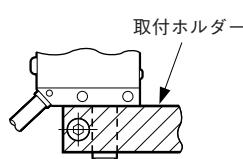
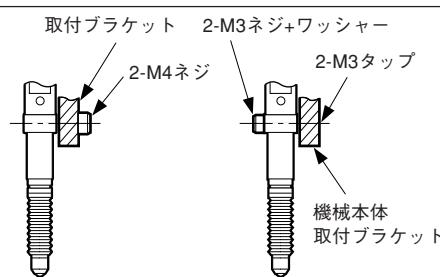

図3-1.ホルダーを利用した取付方法
図3-2.ネジ穴を利用した取付方法
- 測長ユニットの取付け方法としては、システムをチャックする方法(図3-1.)と取付け穴で固定する方法(図3-2.)の2通りあります。